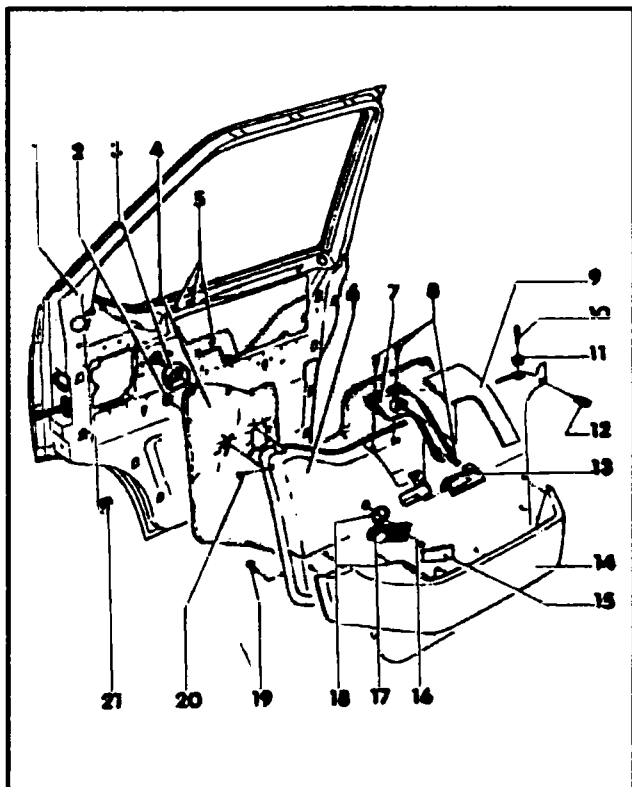
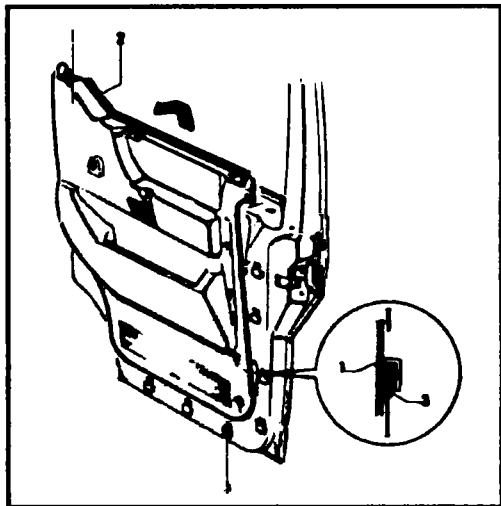

Рис. 10.25 Декоративные элементы передней двери
Рис. 10.26 Демонтаж декоративной панели двери
- ◆ Вверху слева и справа выверните винт (20, см. рис. 10.25) и отсоедините пистон (12).
- ◆ Сдвиньте накладку рукоятки стеклоподъемника (15) в сторону оси и отсоедините ее от рукоятки.
- ◆ Отверните винт крепления рукоятки стеклоподъемника (16) и снимите рукоятку (17) вместе с подкладкой (18).
- ◆ Снимите ручку (7). Для этого удалите декоративную накладку (9) и отверните расположенные под ней винты (8).
- ◆ Декоративную панель двери (1, см. рис. 10.26) вместе с внутренним уплотнением стекла (2) движением «вверх» выньте из направляющих двери.